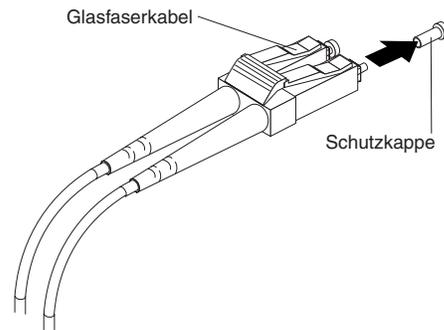

Abbildung 21. Schutzkappen vom Stecker der Glasfaserkabel entfernen
2. Entfernen Sie die Schutzkappen vom Stecker des Glasfaserkabels. Siehe Abb. 21.